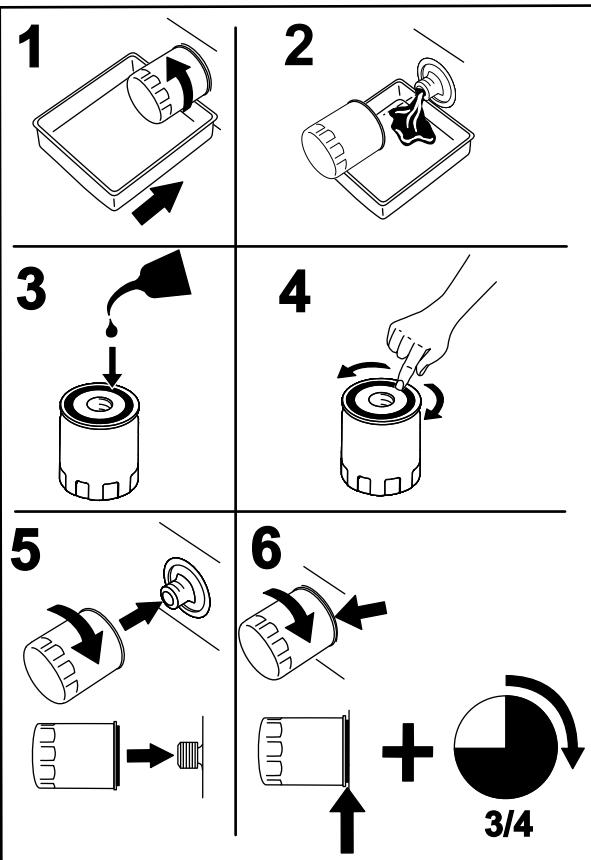

Figura 53
- Cambiate il filtro dell'olio del motore (Figura 53).